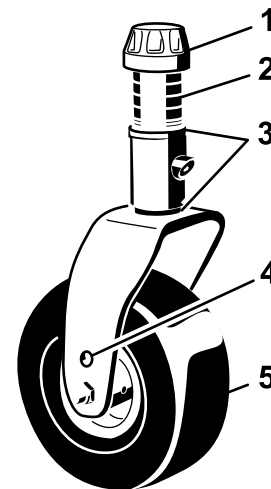
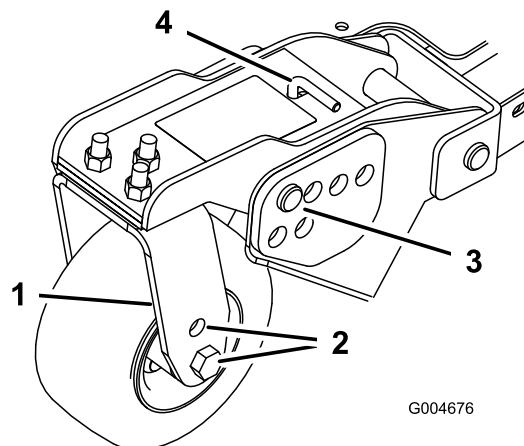
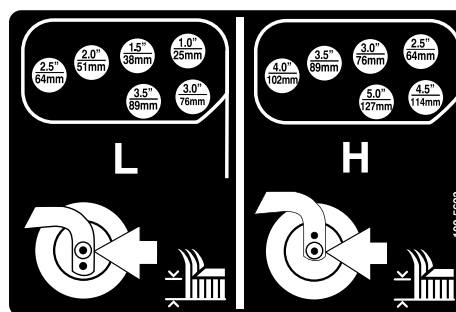

Figura 21
Figura 23
Figura 24
- Coloque os eixos da roda giratória nos mesmos orifícios em todas as forquilhas da roda giratória (Figura 21 e Figura 23).
- Retire a tampa de tensionamento do eixo roscado e desloque o fuso para fora do braço da roda giratória (Figura 21).
6. Retire o contrapino tipo grampo e os pinos de segurança dos braços articulados da roda giratória (Figura 23).
7. Rode a barra tensora para levantar ou descer o braço articulado, até os orifícios se encontrarem alinhados com os orifícios da altura de corte desejados, na estrutura da plataforma do cortador (Figura 23 e Figura 24).